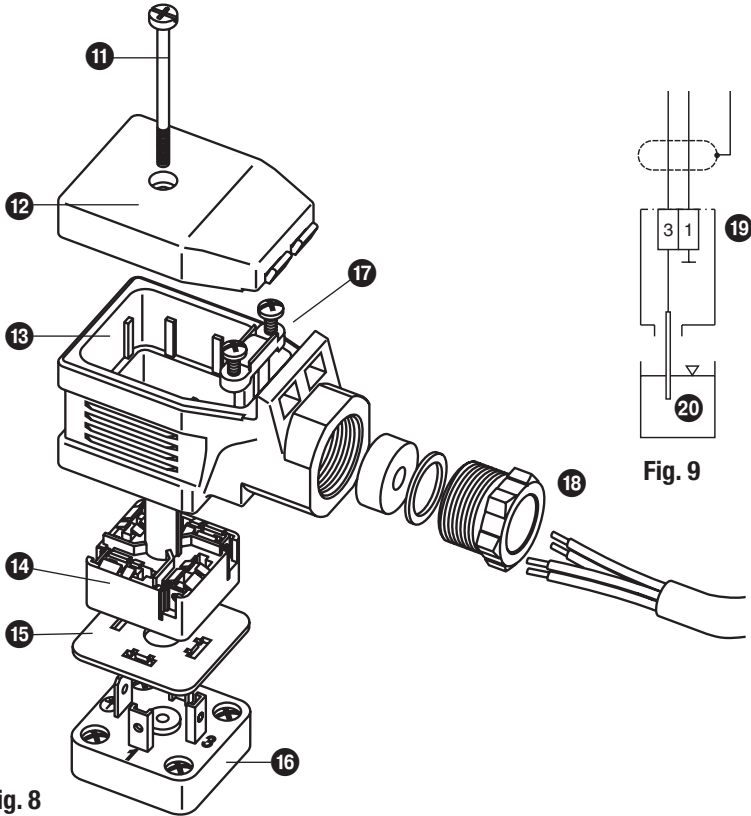

Fig. 8
1. Schraube **11** lösen. **Fig. 8**
1. Schraube ⑪ lösen. Fig. 8
2. Steckeroberteil ⑬ von der Leitfähigkeitselektrode abziehen.